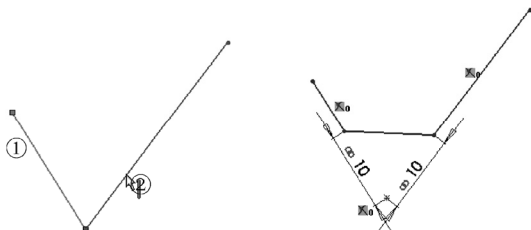

图 2-92 倒角的创建过程
具”>“草图绘制工具”>“倒角”菜单),弹出“绘制倒角”属性管理器,设置倒角距离后,再选取倒角的两条线段(或直接单击其顶点)即可,如图2-92所示。
- **相等距离:** 勾选此复选框可以创建等距倒角,如图2-92所示。